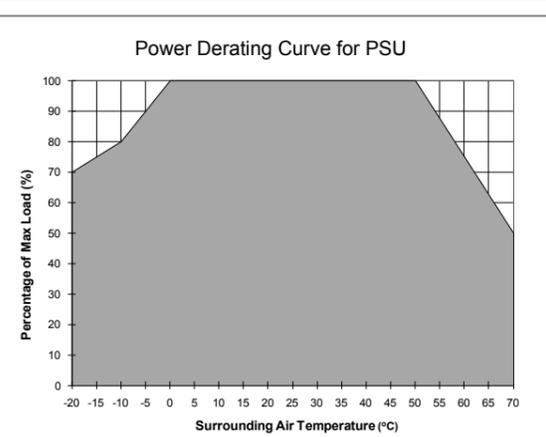

Figure 6
5.4. Thermal behavior (Fig. 6)
Derating	Refer to Fig. 6 -20°C to -10°C (1% / °C), -10°C to 0°C (2% / °C), > 50°C (2,5% / °C)
Operating temperature (Surrounding temperature)	-20°C to +70°C (Refer to Fig. 6)
5.4. Comportement thermique (Fig. 6)
Dérating	Déclassement de puissance selon Fig. 6 -20°C to -10°C (1% / °C), -10°C to 0°C (2% / °C), > 50°C (2,5% / °C)
Température de travail (température ambiante)	-20°C à +70°C (Déclassement de puissance selon Fig. 6)